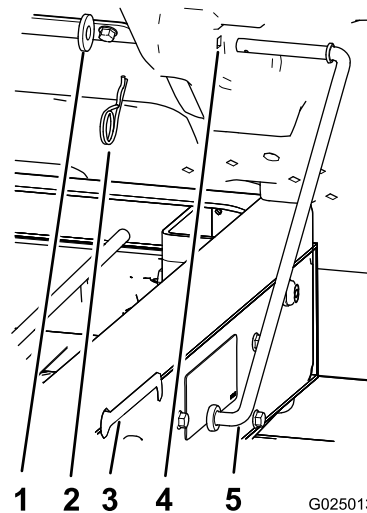

Figura 13
1. Rimuovete la coppiglia e la rondella che fissano l'asta di supporto al lato inferiore del pianale (Figura 13).
2. Fate scorrere l'asta di supporto in avanti per toglierla dalla staffa sul telaio (Figura 13).